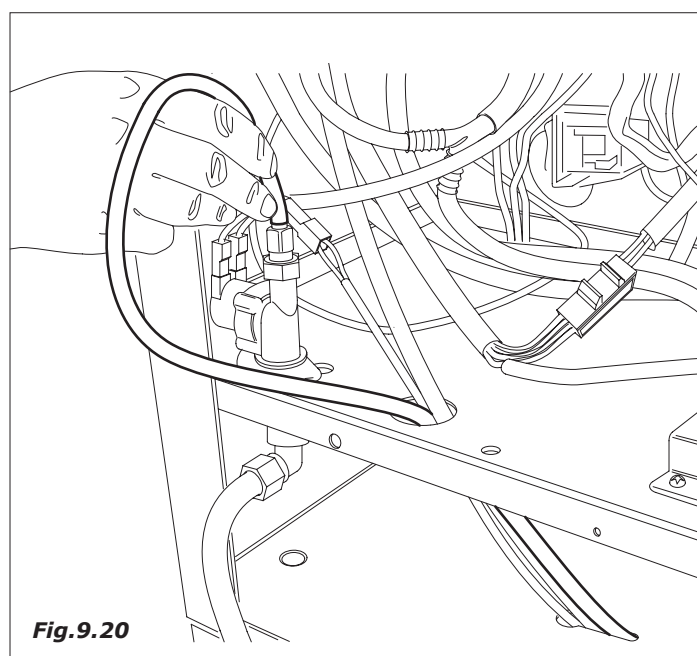

Fig.9.20
- Staccare il tubo dell'elettrovalvole di entrata ed al suo posto inserire il tubo di entrata del filtro (Fig.9.20).